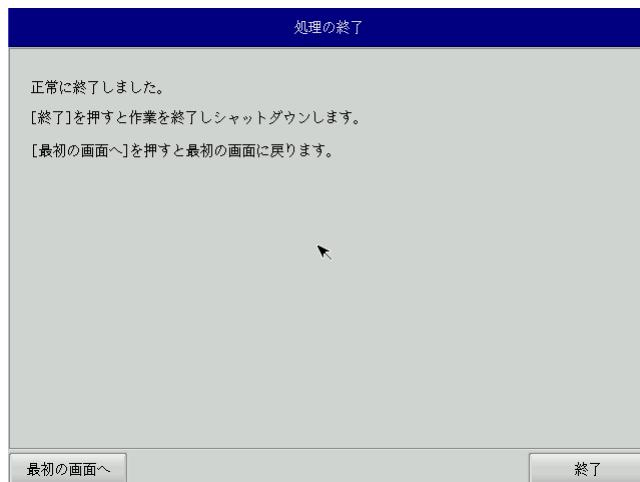

図6-3-8. 終了画面
- ⑬ 終了画面（図6-3-8）が表示されるとバックアップ作業は完了です。[終了]ボタンを押して電源を落してください。